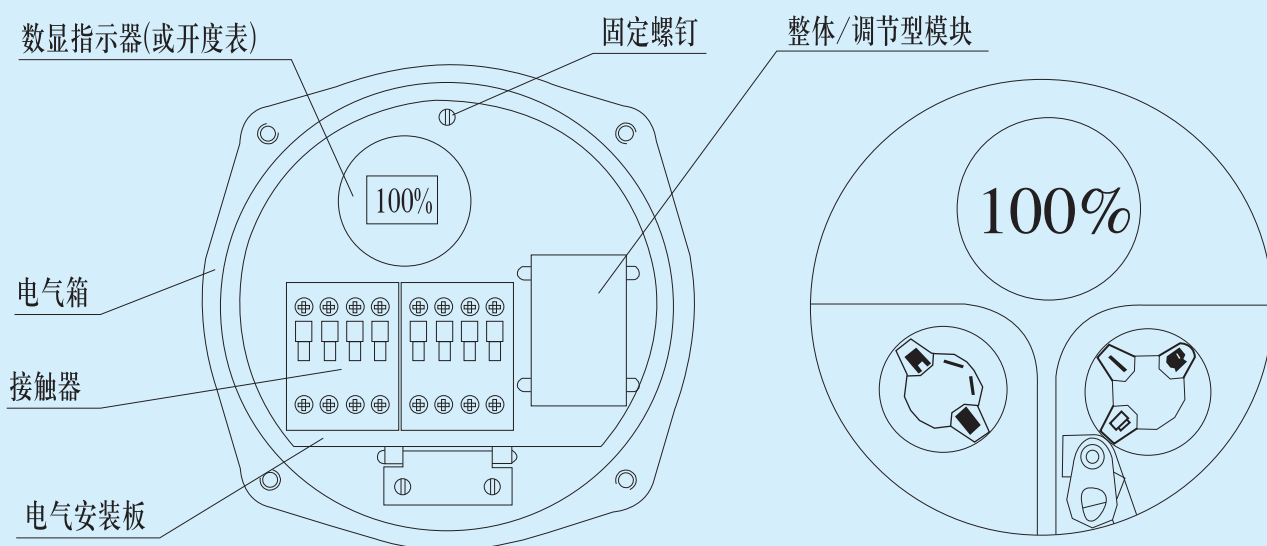

图10 整体型/整体调节型电气部分机构
5.7.1整体型：控制系统与电动装置集合于一体称为整体型电动装置，其电气部分主要由整体型模块、开度表（或数显）、旋钮装置、接触器等组成，见图10。电气元件安装在一块可翻转的板上，以便对力矩控制机构、行程控制机构、开度指示机构进行调整。旋钮装置上有两个旋钮盒，其中一个为方式钮旋钮（红色），另一个为操作旋钮（黑色），依靠电气罩壳上，突出箭头指示操作方式，操作旋钮顺时针旋至箭头处为开阀，逆时针为关阀。